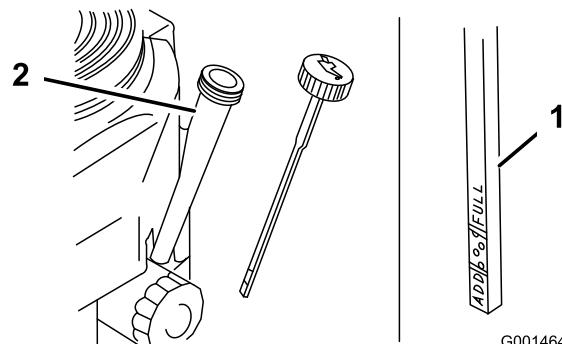

Figura 32
4. Limpe a zona em redor da vareta de óleo (Figura 32), para evitar que entre sujidade no orifício e possíveis danos no motor.
5. Retire a vareta do óleo e limpe a extremidade (Figura 32).
6. Deslize a vareta de óleo para dentro do tubo do filtro, mas não enrosque no tubo (Figura 32).
8. Coloque lentamente cerca de 80% da quantidade de óleo especificada no bocal de enchimento do óleo (Figura 32).